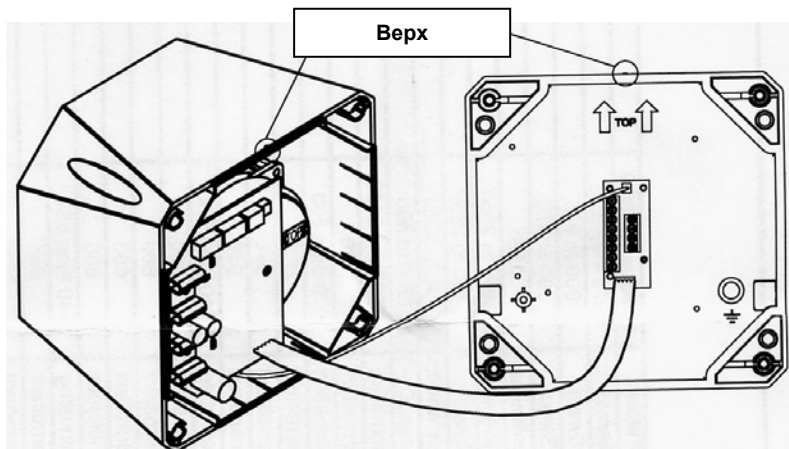

Рис.6.
7. Соедините провода отходящие от излучателя с разъемами расположенными на монтажной базе как показано на Рис.6.